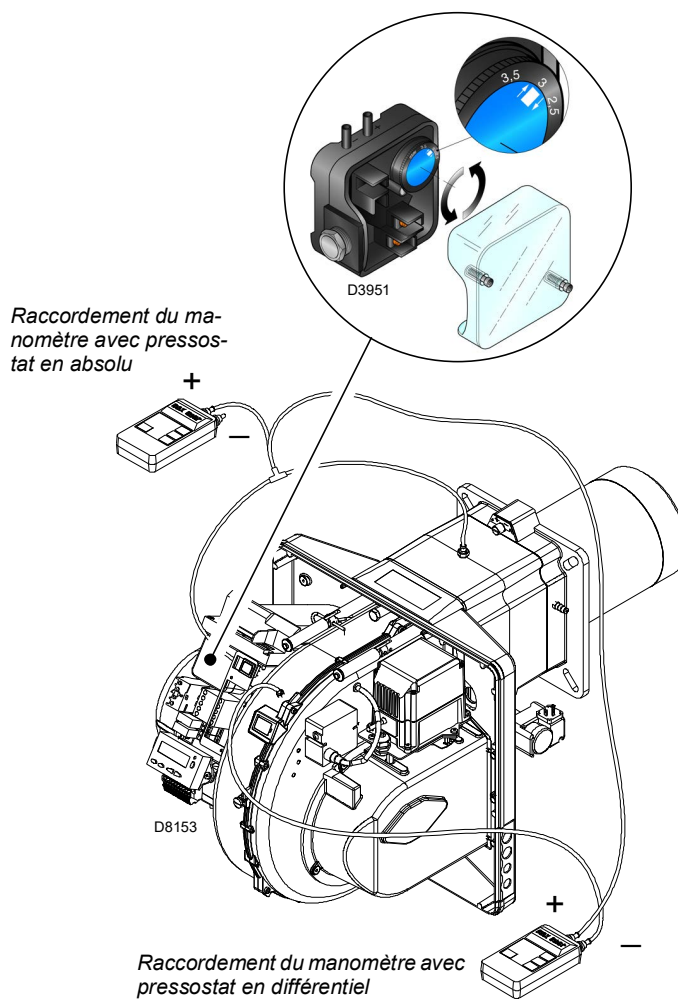

Fig. 29
- Régler le pressostat air (Fig. 29 à la page 33) au début de la graduation.
Régler le pressostat air (Fig. 29) après tous les autres réglages du brûleur avec le pressostat à air réglé au début d'échelle.
Avec le brûleur fonctionnant à la puissance MIN, placer un analyseur de la combustion dans la cheminée, fermer lentement la bouche d'aspiration du ventilateur (par exemple avec un morceau de carton) jusqu'à ce que la valeur de CO dépasse les 100 ppm. Tourner ensuite lentement la poignée prévue à cet effet dans le sens des aiguilles d'une montre pour que le brûleur se mette en sécurité. Vérifier l'indication de la flèche tournée vers le haut sur l'échelle graduée. Tourner à nouveau la poignée dans le sens des aiguilles d'une montre jusqu'à faire correspondre la valeur captée sur l'échelle graduée avec la flèche tournée vers le bas, de manière à récupérer l'hystérésis du pressostat représentée par l'emplacement blanc sur fond bleu compris entre les deux flèches. Vérifier alors si le brûleur démarre correctement. Si le brûleur se bloque de nouveau, tourner encore un peu le bouton dans le sens contraire aux aiguilles d'une montre. Durant ces opérations il peut être nécessaire d'utiliser un manomètre pour mesurer la pression de l'air. L'encombrement du brûleur est indiqué dans la Fig. 29. La configuration standard est celle du pressostat de l'air raccordé en absolu. A remarquer la présence d'un raccordement en «T» non fourni.
Dans certaines applications en fortes dépressions, le raccordement du pressostat ne lui permet pas de commuter. Dans ce cas il est nécessaire de raccorder le pressostat dans le mode différentiel, en appliquant un deuxième petit tuyau entre pressostat air et bouche d'aspiration du ventilateur. Dans ce cas il faut également connecter en mode différentiel le manomètre, comme indiqué sur la Fig. 29.